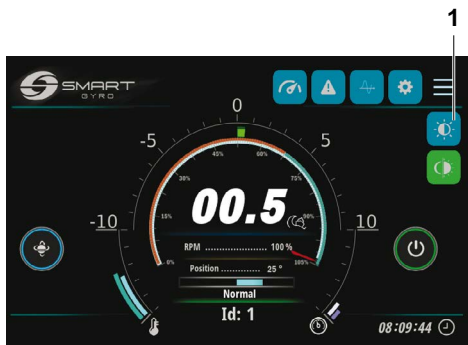

Bild 23
Genom att trycka ner den upplysta ikonen på inställningssidan (bild 23, (1))